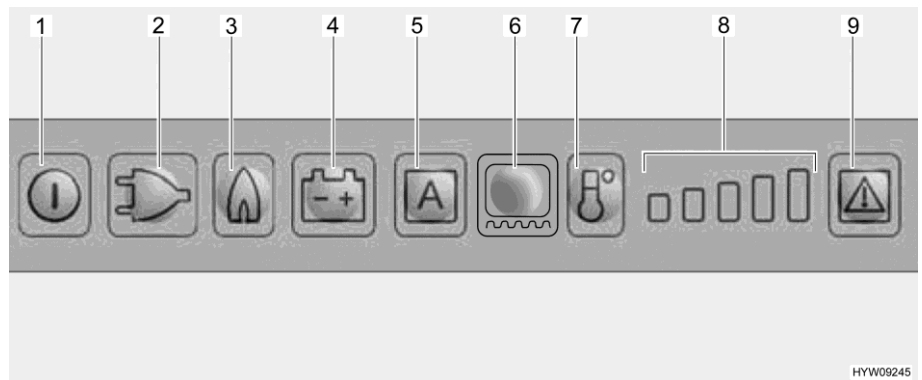

Fig. 248 Quadro comandi LED (frigorifero Dometic)
Selezionando il funzionamento a gas, il dispositivo di sicurezza si apre automaticamente, così che il gas possa fluire al bruciatore. Contemporaneamente si inserisce l'accenditore elettronico. Se la fiamma del gas si spegne, ad es. a causa di un colpo di vento, l'accenditore viene subito azionato riaccendendo il gas. In caso di guasto del funzionamento a gas, i tasti luminosi relativi a gas (Fig. 248,3) e guasto (Fig. 248,9) lampeggiano e viene emesso un segnale acustico per 20 secondi.
Accensione: ■ Premere il tasto On/Off (Fig. 248,1) per circa 2 secondi. Il frigorifero si accende e viene visualizzato l'ultima modalità di funzionamento selezionata.
Selezione della modalità di funzionamento: ■ Premere il tasto luminoso per il tipo di funzionamento desiderato (Fig. 248,2 - 4) o la modalità automatica "AES" (Fig. 248,5) (solo per versione AES).
Regolazione della temperatura di refrigerazione: ■ Regolare la temperatura di refrigerazione con il tasto di del livello di refrigerazione (Fig. 248,7). L'indicazione del livello di refrigerazione (Fig. 248,8) mostra la regolazione sul termostato.
Spegnimento: ■ Premere il tasto On/Off (Fig. 248,1) per circa 2 secondi.
Dopo l'accensione il frigorifero seleziona automaticamente la regolazione intermedia del termostato. Questa regolazione può essere modificata manualmente tramite il tasto del livello di refrigerazione (Fig. 248,7). Ci vogliono alcune ore prima che il frigorifero raggiunga la temperatura normale di esercizio. Quando si commuta a un'altra modalità di funzionamento, la regolazione sul termostato viene mantenuta.
- Accendere il riscaldamento del telaio per 2 ore: Premere una volta il tasto luminoso per il riscaldamento del telaio (Fig. 248,6). Sull'indicazione del livello di refrigerazione (Fig. 248,8) si accende una barra.
- Accendere il riscaldamento del telaio per 5 ore: Premere due volte il tasto luminoso per il riscaldamento del telaio (Fig. 248,6). Sull'indicazione del livello di refrigerazione (Fig. 248,8) si accendono due barre.
- Regolazione del riscaldamento del telaio ad esercizio continuo: Premere tre volte il tasto luminoso per il riscaldamento del telaio (Fig. 248,6). Sull'indicazione del livello di refrigerazione (Fig. 248,8) si accendono tre barre.
L'indicazione del livello di refrigerazione (Fig. 248,8) indica per alcuni secondi la durata di esercizio del riscaldamento del telaio.
In caso di guasto, il tasto luminoso Guasto (Fig. 248,9) lampeggia. Lampeggia inoltre uno dei tasti luminosi della modalità di funzionamento o l'indicazione del livello di refrigerazione. Viene emesso anche un segnale acustico. Per le note sulla visualizzazione degli errori e la loro eliminazione, vedi capitolo 15.
- ▷ Dopo aver eliminato un guasto del funzionamento a gas, premere il tasto luminoso Reset (Fig. 248,9).